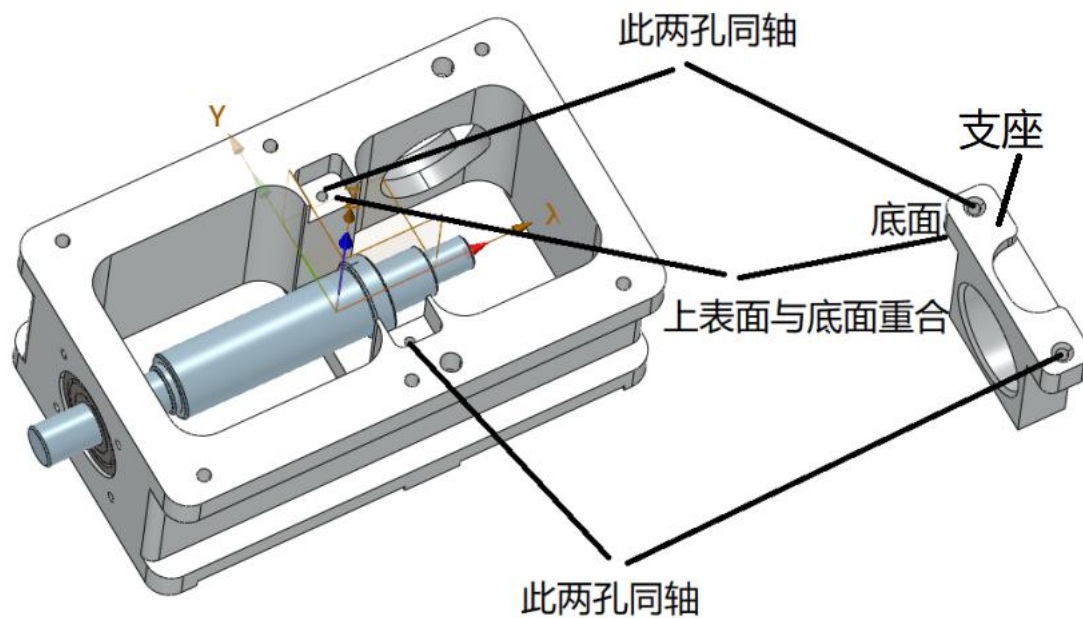

图 12-25 支座安装
(4) 支座安装，支座的固定需要两个同轴度约束其不要旋转，采用重合约束使其不要移动。如图 12-25 所示。